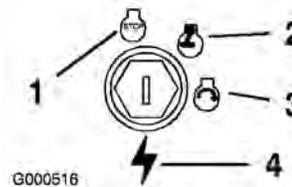

Figura 10
- Gire la llave de contacto a Desconectado (Figura 10).